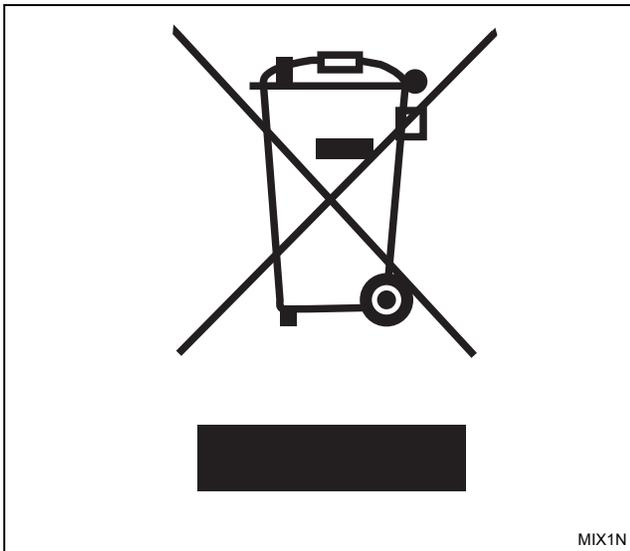

Figura 25
- Simbolo „bidone della spazzatura con le ruote annullato“ (Figura 25). Vi invita di usare i sistemi della raccolta selezionata.
- Prendete in considerazione che la prescrizione WEEE è generalmente valida soltanto per le macchine per uso domestico. In alcuni paesi esiste la categoria degli impianti professionali. In alcuni paesi non esiste questa categoria. Per questo motivo la macchina non può essere redatta dal simbolo (Figura 25).